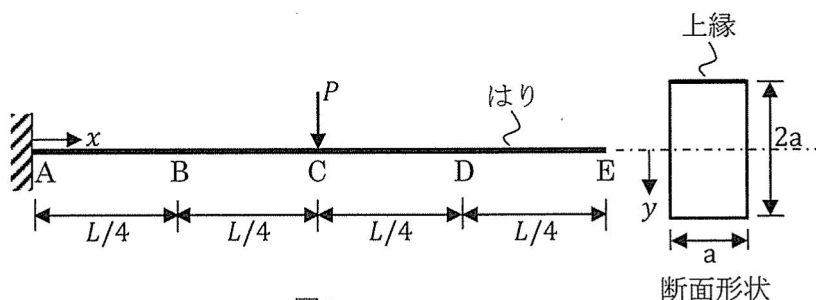

図1
- (1) 図 1 に示すように点 C に集中荷重 P が鉛直下向き作用したとき、はりの曲げモーメント図を図示せよ。
- (2) 図 1 に示すように点 C に集中荷重 P が鉛直下向き作用したとき、点 B と点 D における上縁の垂直応力 σ_{xx} を求めよ。
- (4) 図 1 に示すように点 C に集中荷重 P が鉛直下向き作用したとき、点 E におけるたわみを求めよ。
- (5) 図 1 に示すはりに図 3 のように点 E に断面積 A 、長さが h のケーブルを追加で垂直に設置し、はりを支持した。点 C に集中荷重 P が鉛直下向き作用したとき、ケーブルに生じる張力 T を求めよ。